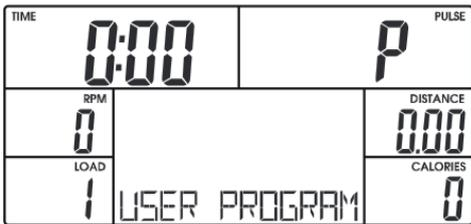

Abbildung 25
1. Wählen Sie das Benutzerprogramm (USER) im Hauptmenü mit den +/- Tasten aus und bestätigen Sie mit der MODE Taste (Abb. 25).